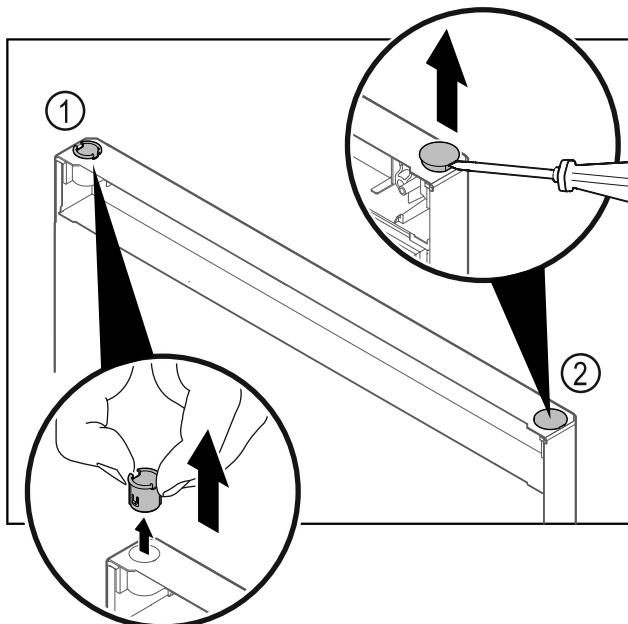

Fig. 23
- Изтеглете с пръсти втулката на пантата *Fig. 23 (1)*.
- С плоска отвертка внимателно повдигнете покриваща тапа *Fig. 23 (2)* и я извадете.